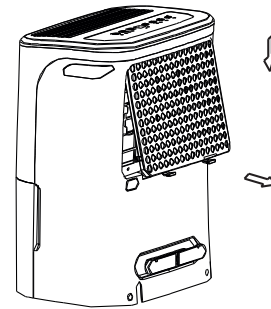

Abb. 8
- Um den Filter herauszunehmen, sollte er nach außen gezogen werden (Abb. 8).